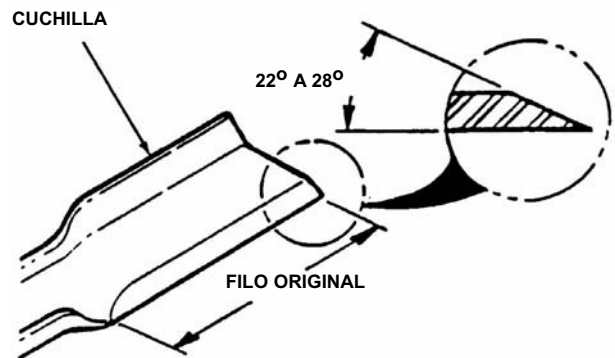

FIGURA 5.16
3. Si la cuchilla está en buenas condiciones, afílela en 22 a 28 grados. NO afíle la cuchilla más allá de su filo original. Vea la figura 5.16.